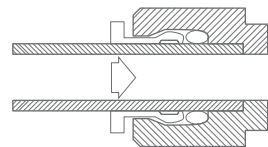

Figura 25.
g. Empuja fuerte y profundamente la manguera dentro del orificio. (ver Figura 25).